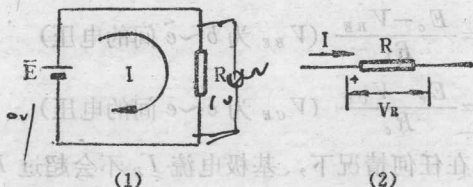

图 1-1
电阻在电路中的作用，遵循欧姆定律的原则。如图 1-1 (1) 的闭合回路，其回路内的电流与电源电势成正比，而与电阻值成反比。即
如果回路内有多个电势，则 E 为总电势；回路内有多个电阻时，则 R 为总电阻值。在图 1-1 (2) 中，当通过电阻的电流为 I 时，电阻两端必出现电压降，其值由